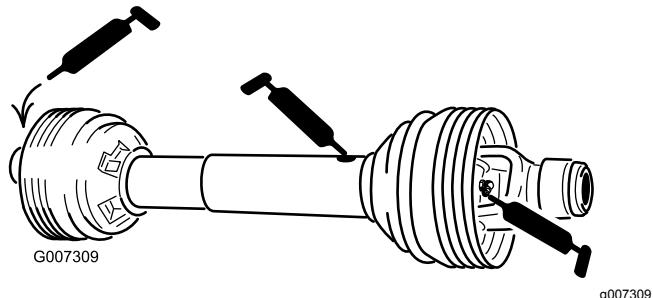

Figura 28
Árbol de la TDF (3) (Figura 28)